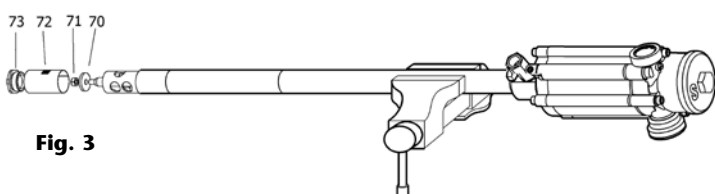

Fig. 3
2. Die Filterhalterung (73) vom Ansaugrohr (69) abschrauben, den Filter (72) ausbauen, die Mutter (71) abschrauben und das Ansaugventil (70) entfernen (Abb. 3).